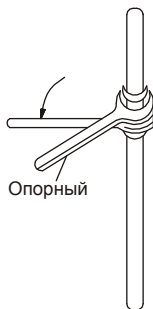

Рис. 15
- При подсоединении раструбных соединителей, две трубы необходимо совместить по центру. Затем необходимо надеть гайку и затянуть ее с помощью двух гаечных ключей, см. Рис. 15.